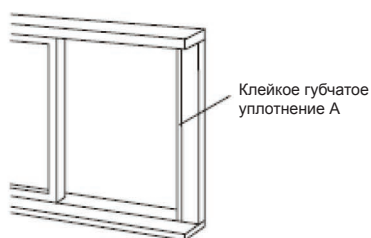

Рис. 14
1. Отрежьте губчатое уплотнение нужной длины и приклейте его к оконной раме (см. рис.14).